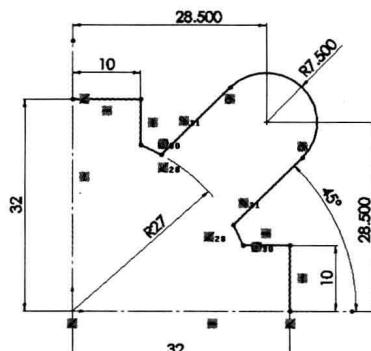

图 2-7 标注尺寸
**Step7** 标注尺寸。单击“尺寸/几何关系”工具栏中的“智能尺寸”按钮 $\diamond$ ，标注尺寸，如图 2-7 所示。